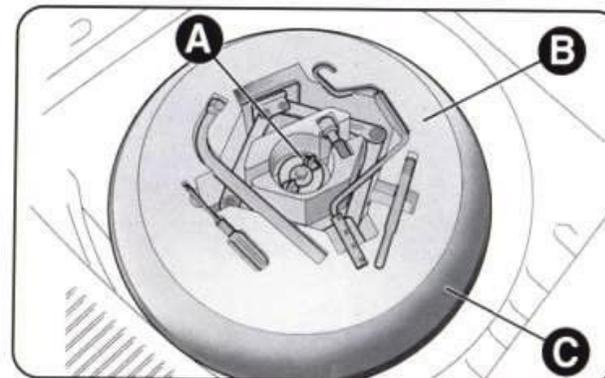
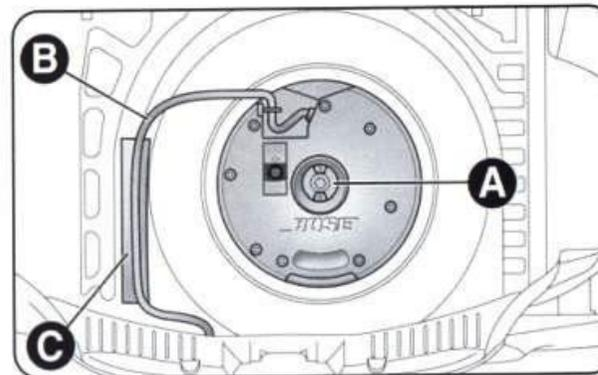

рис. 3
рис. 10
- освободите фиксатор А (рис. 3), извлеките ящик с инструментом В, расположите его рядом с заменяемым колесом, извлеките компактное запасное колесо С;
- освободите фиксатор А (рис. 10) и поднимите сабвуфер. Затем, отсоедините провод питания В от держателя С;
- закрепите провод В (рис. 10) в держателе С, стараясь не сжимать его. Установите фиксатор А (рис. 3). Установите ковровое покрытие багажного отделения на место.